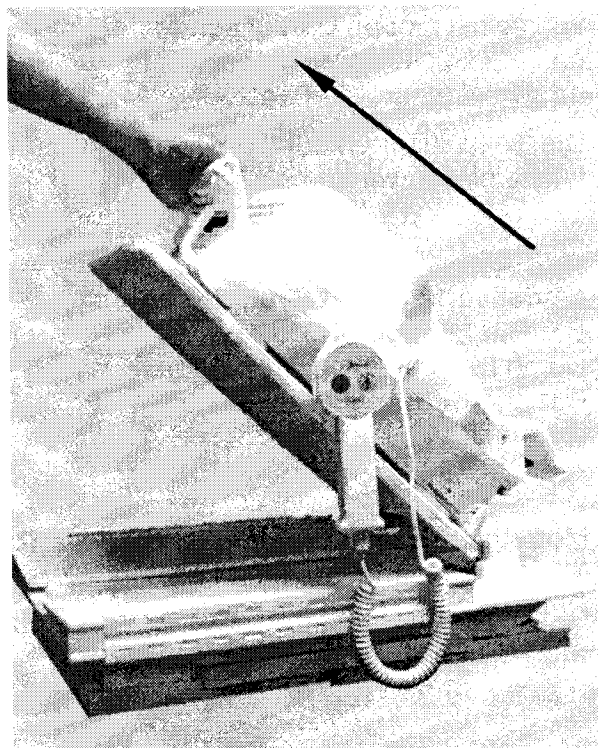

рис.6
5. Теперь нужно потянуть спинку по направлению стрелки (рис.6) и отделить от сидения.